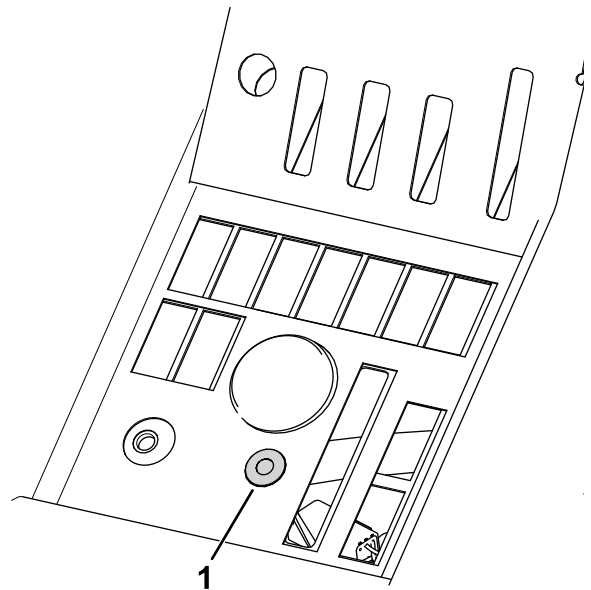

Figura 5
7. Retire el tapón e instale la luz LED en el panel de control, como se muestra en la Figura 5.